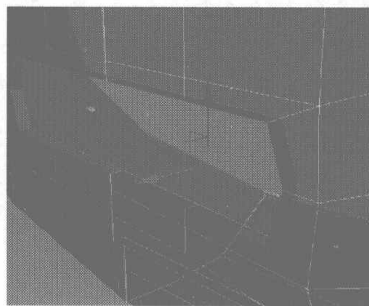
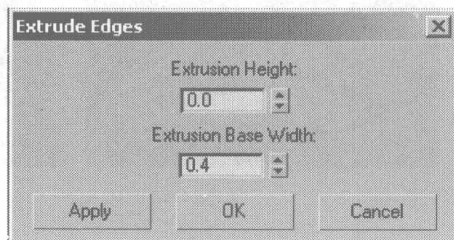

图 4.196
图 4.197
- 23** 选择听筒外侧的边线, 如图 4.196 所示, 在 Edit Edges 卷展栏中单击 **Extrude** 右侧的小按钮, 在弹出的对话框中设置挤压参数, 如图 4.197 所示。